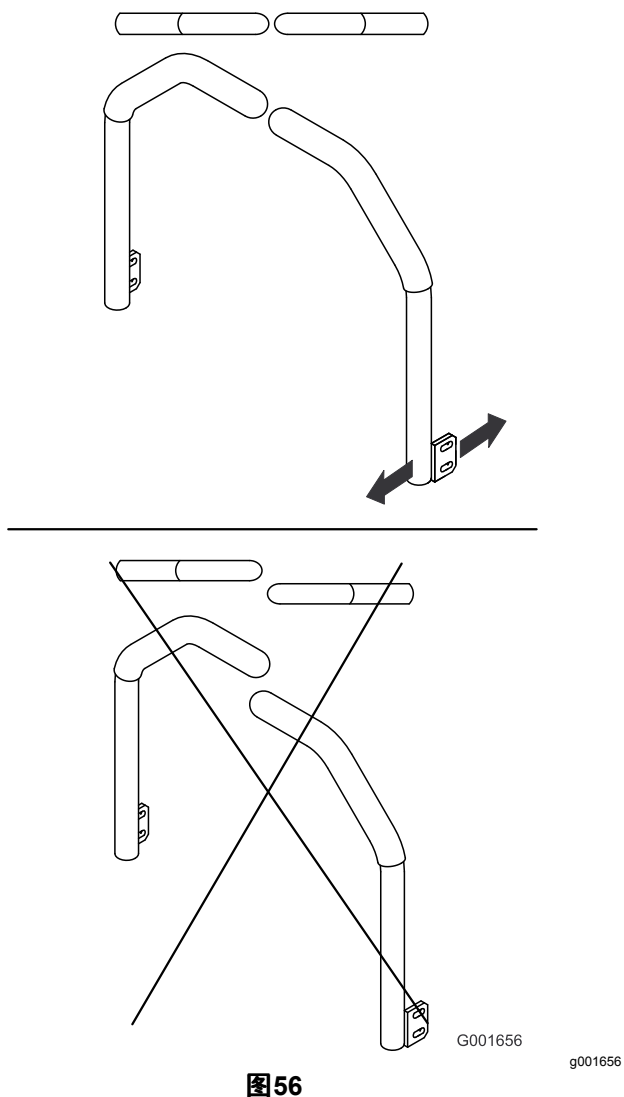

图56
5. 调节控制杆使它们对齐并拧紧螺栓将控制杆固定到支柱上 图56。